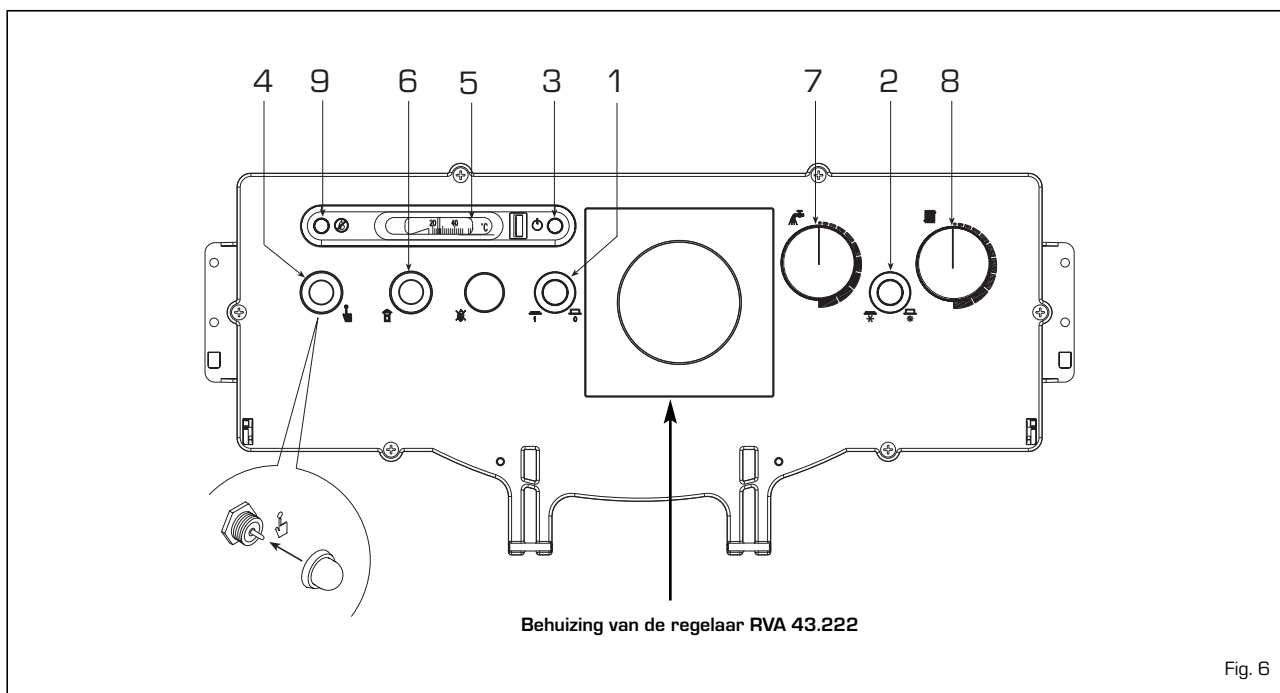

Fig. 6
De regelaar wordt in plaats van de speciale afdekking in het bedieningspaneel geïnstalleerd (fig. 6).
3.2.1 Inbedrijfstelling van de ketel (fig. 6)
3.2.2 Veiligheidsaquastaat (fig. 6)
3.2.3 De installatie vullen (fig. 6)
3.2.4 De ketel uitschakelen (fig. 6)